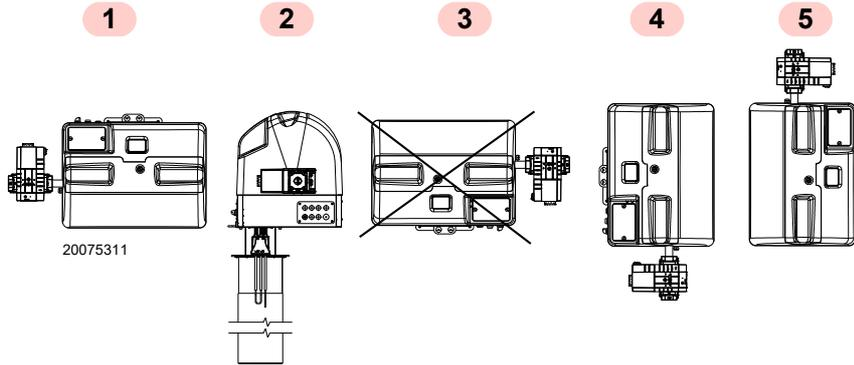

Abb. 14
- Der Brenner kann ausschließlich in den Stellungen 1, 2, 4 und 5 betrieben werden (Abb. 14).
- Alle Positionen erfordern die Installation des Gasventils mit nach oben oder waagrecht ausgerichteten Spulen (Abb. 14).